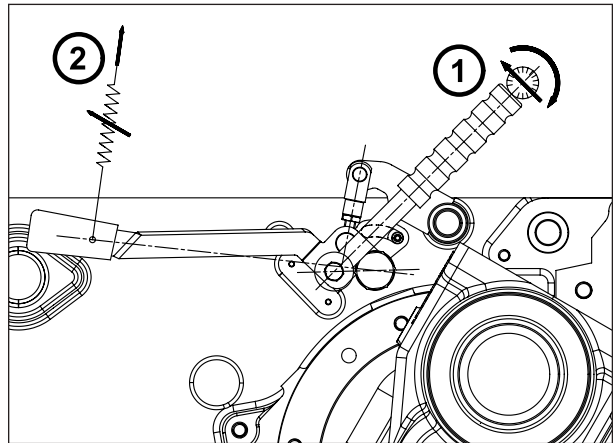

Fig. 103a
- el par medido con llave de torsión (1 Fig. 103a) esté comprendido entre 2 ÷ 3 kgm (20 ÷ 30 Nm)
- o bien la fuerza en la perilla esté comprendida entre 10 ÷ 14 kg (2 Fig. 103a)